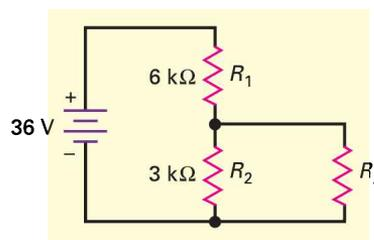

Figure 1.19
- 1.12 D'après la figure 1.19, quelle est la tension de Thévenin ? La résistance de Thévenin ?
- 1.13** D'après la figure 1.19, en utilisant le théorème de Thévenin, calculer le courant de sortie pour chacune des résistances de charge suivantes : $0,1 \text{ k}\Omega$; $2 \text{ k}\Omega$; $3 \text{ k}\Omega$; $4 \text{ k}\Omega$; $5 \text{ k}\Omega$; $6 \text{ k}\Omega$.
- 1.14** D'après la figure 1.19, la tension de la source est devenue 18 V . Que deviennent la tension et la résistance de Thévenin ?
- 1.15** Sur la figure 1.19, toutes les résistances sont doublées. Que deviennent la tension et la résistance de Thévenin ?
- 1.18** Quel est le circuit de Norton que l'on peut déduire de la figure 1.19 ?
- 1.19** Sur la figure 1.19, on suppose une tension de sortie de 36 V . Quel est le défaut de R_1 ?
- 1.20** Sur la figure 1.19, la tension de sortie est nulle, la pile et les résistances sont bonnes. Donnez deux défauts possibles.
- 1.21** Sur la figure 1.19, la tension de sortie est nulle, toutes les résistances sont bonnes. Où se trouve le défaut ?
- 1.22** Sur la figure 1.19, R_L est remplacée par un voltmètre pour mesurer la tension à travers R_2 . Quelle valeur la résistance en entrée doit-elle avoir pour éviter une surcharge ?
- 1.30** Concevez un diviseur de tension (semblable à celui de la figure 1.19) possédant les spécifications suivantes : source de tension idéale 30 V , tension de sortie ouverte 15 V et résistance de Thévenin égale ou inférieure à $2 \text{ k}\Omega$.
- 1.31** Concevez un diviseur de tension (semblable à celui de la figure 1.19) donnant une tension constante de 10 V pour toutes les résistances de charge supérieures à $1 \text{ M}\Omega$. On utilisera une source de tension idéale de 30 V .